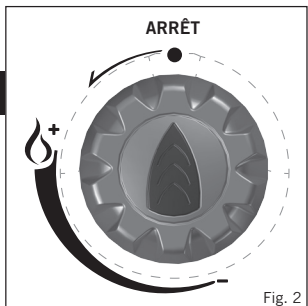

Fig. 2
- Avant de connecter l'alimentation en gaz, vérifier tout d'abord que le robinet de l'appareil est en position d'arrêt, en tournant le bouton de réglage dans le sens des aiguilles d'une montre jusqu'à sa butée (voir Fig. 2).